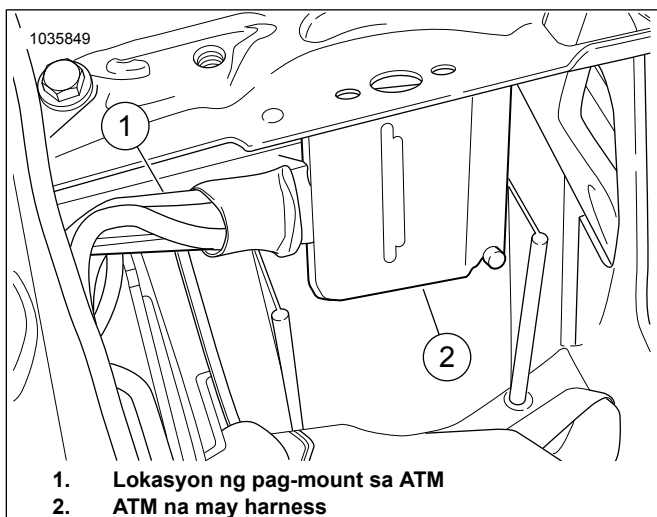

Figure 14. Lokasyon ng Pag-mount sa ATM
13. Tingnan ang Figure 14. Linisin ang panig ng pag-mount gamit ang alcohol pad. Alisin ang liner sa likod ng pandikit at ikabit ang dual lock tape sa ATM. Alisin ang liner sa likod ng pandikit at ikabit ang ATM (1) sa likod ng compartment ng baterya.